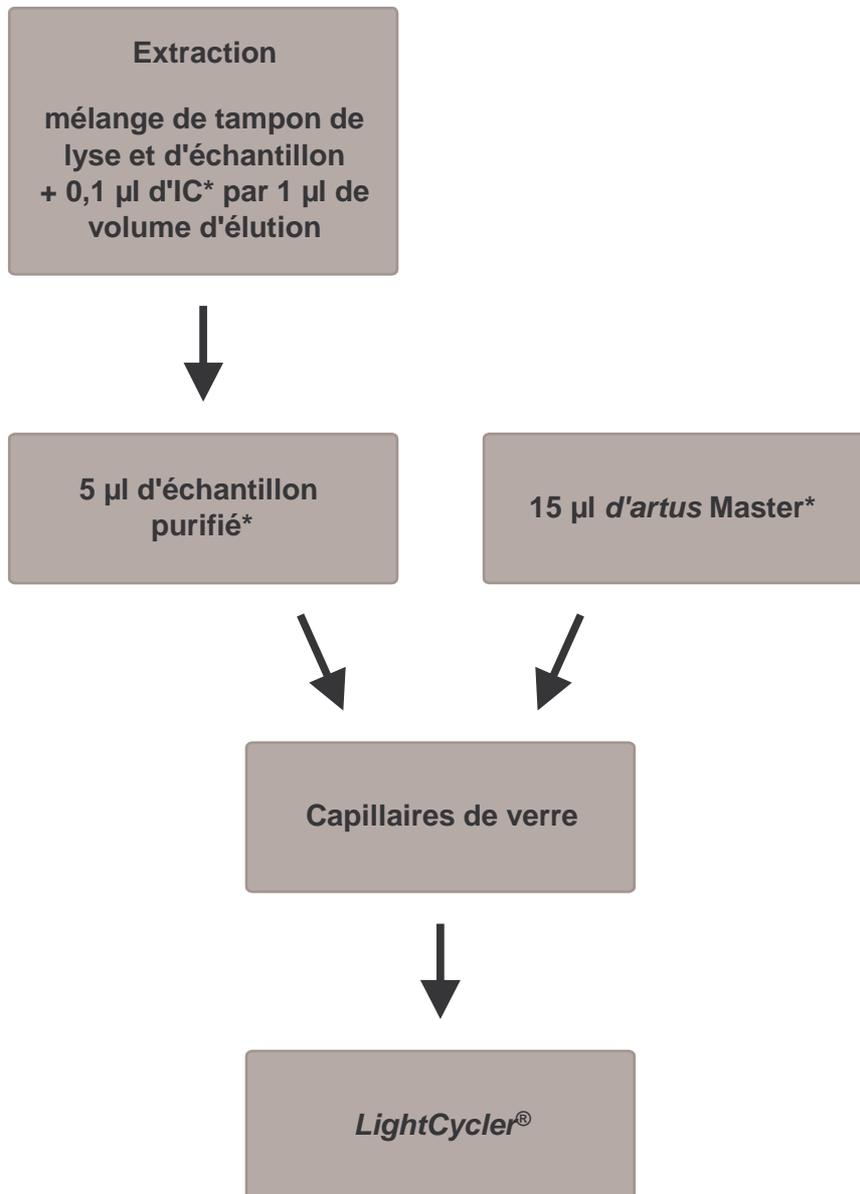

Fig. 1 : Processus d'addition du *Contrôle interne* pour contrôler la procédure d'extraction et une éventuelle inhibition de la PCR.
Un Contrôle interne (HSV LC IC) est inclus dans le kit. Celui-ci vous permet de contrôler **aussi bien la procédure d'extraction d'ADN qu'une éventuelle inhibition de la PCR** (voir Fig. 1). En cas d'utilisation de la trousse **EZ1 DSP Virus Kit**, le *Contrôle interne* doit être ajouté selon les instructions du manuel EZ1 DSP Virus Kit Handbook. En employant le **QIAamp UltraSens Virus Kit** ou le **QIAamp DNA Mini Kit**, ajouter le Contrôle interne dans un rapport de 0,1 μ l par 1 μ l de volume d'élution de la procédure d'extraction. Utiliser par exemple le kit QIAamp DNA Mini Kit et éluer l'ADN dans 200 μ l de tampon AE, puis utiliser 20 μ l de Contrôle interne de l'étape d'extraction. Si par exemple l'élution est de 100 μ l, utiliser par conséquent 10 μ l. La quantité de Contrôle interne utilisée dépend **uniquement** du volume d'élution. Le Contrôle interne et l'ARN entraîneur (voir **8.1 Extraction de l'ADN**) doivent être ajoutés uniquement
8.2 Contrôle interne). Utiliser dans ce cas le tableau de pipetage suivant (voir également la représentation schématique à la Fig. 1) :